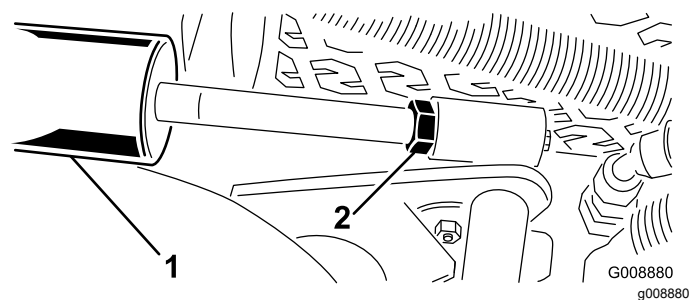

Figura 29
- A. Abbassate l'apparato di taglio e allentate il controdado sul cilindro (Figura 29).